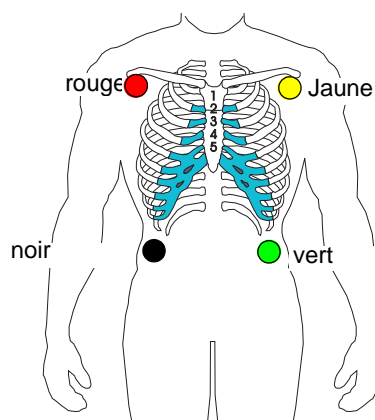
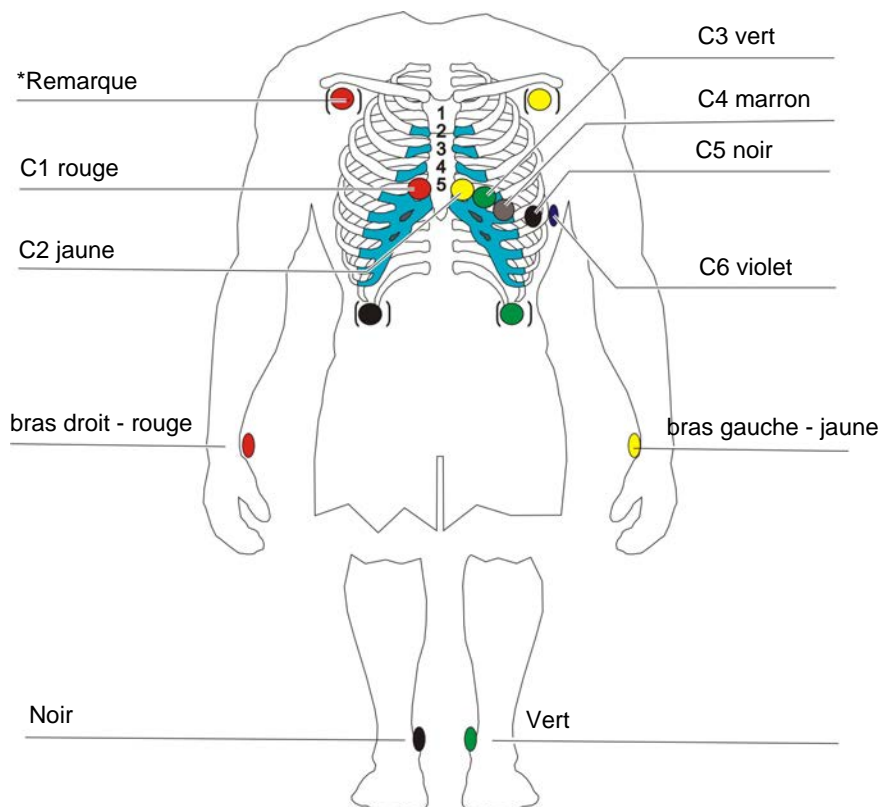

Fig. 4.4 Câble à 4 brins
Fig. 4.5 Câble à 10 brins
1. Placer les électrodes tel qu'illustré au chapitre Fig. 4.4 ou Fig. 4.5.
1. Appliquer les électrodes du câble ECG à 10 brins, tel qu'illustré dans la Fig. 4.5.
1. Appliquer les électrodes du câble ECG à 4 brins, tel qu'illustré dans la Fig. 4.4.